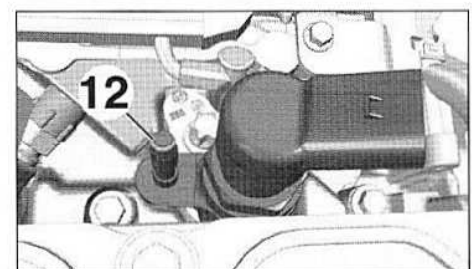

FIG.50
- Approcher à la main les raccords (4) des canalisations haute pression (5) en commençant du côté de la rampe commune haute pression.
- Serrer au couple les raccords (4) des canalisations haute pression (5) en commençant du côté des injecteurs.
- Lubrifier le joint (12) avec de l'huile moteur (Fig.50).